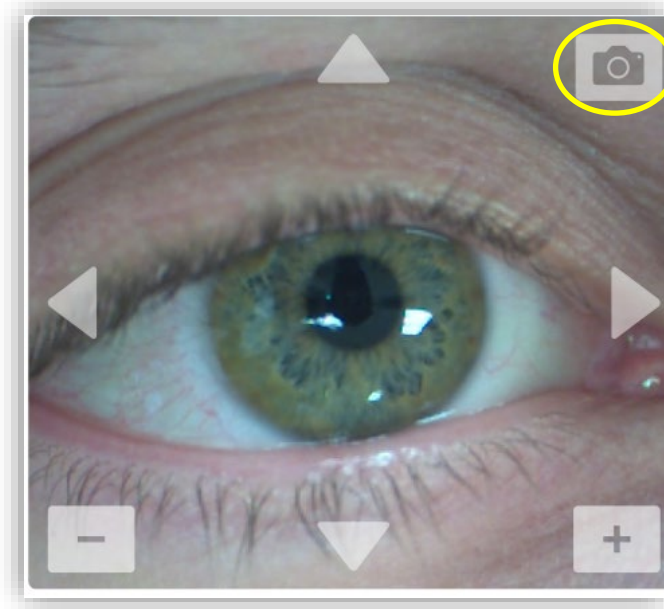

Figura 3-32. Capturando imagens
- Para capturar uma imagem, selecione o botão 'câmera' no canto superior direito da imagem do olho, conforme mostrado na Figura 3-32.